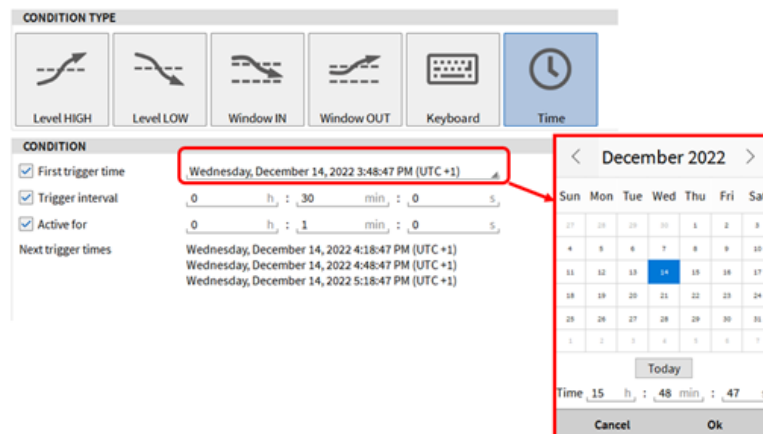

Abb. 9.11: Trigger auf Zeitabhängigkeit
- Zeit: Auslösen eines Ereignisses in Abhängigkeit einer Zeitbedingung. Im Beispiel in Abb. 9.11, wird das Ereignis alle 30 Minuten mit einer Dauer von 1 Minute ausgelöst, beginnend am Mittwoch, den 14. Dezember 2022 um 15:48:47 Uhr. Wenn die *Aktiv für* Option nicht aktiviert ist, ist das Ereignis für ein Sample-Intervall aktiv, z.B. für 1 ms wenn die Samplerate 1 kHz beträgt. Der Indikator (siehe ① in Abb. 9.12) wird nicht rot hervorgehoben, wenn die *Aktiv für* Option nicht aktiviert ist.